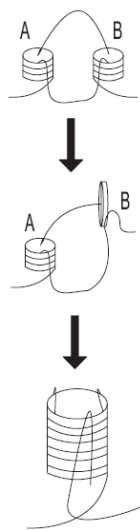

Рис. 3-4-1: Сварочные кабели
- При использовании длинных кабелей руководствуйтесь схемами на Рис. 3-4-1.